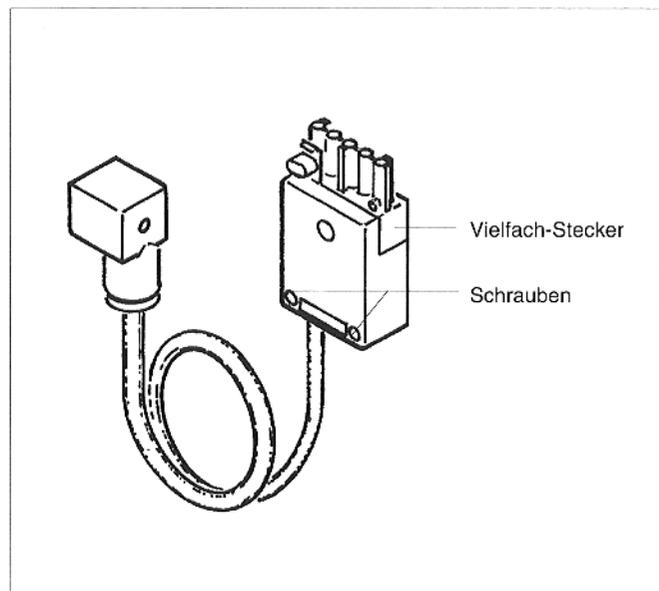

Abb. 10: Anschlußleitung mit Vielfach-Stecker
- Oberteil des Vielfach-Steckers an der mitgelieferten Anschlußleitung (Aufschrift: 1) durch Lösen der beiden Schrauben entfernen und gegen das Oberteil des alten Vielfach-Steckers der Brennersteuerung (Aufschrift: 2) austauschen (Abb. 10).